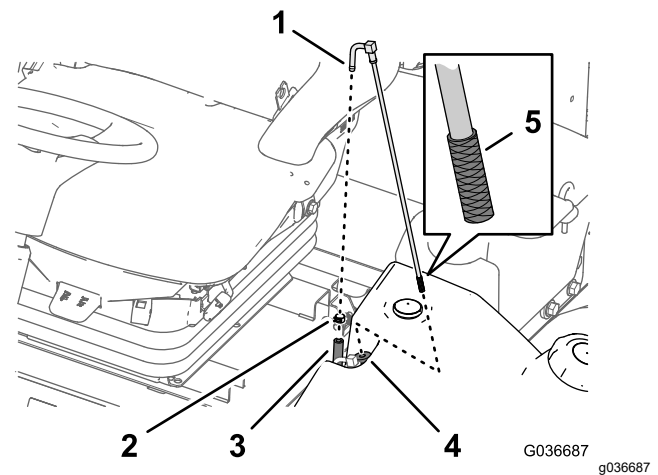

Figura 97
raccordo del tubo di adduzione del carburante (Figura 97).
2. Separate il flessibile dal raccordo (Figura 97).
3. Sollevate il tubo di adduzione del carburante dal serbatoio del carburante (Figura 97).
4. Pulite eventuali detriti dalla griglia all'estremità del tubo di adduzione del carburante (Figura 97).
5. Inserite il tubo di adduzione del carburante attraverso la boccola in gomma e nel serbatoio (Figura 97).